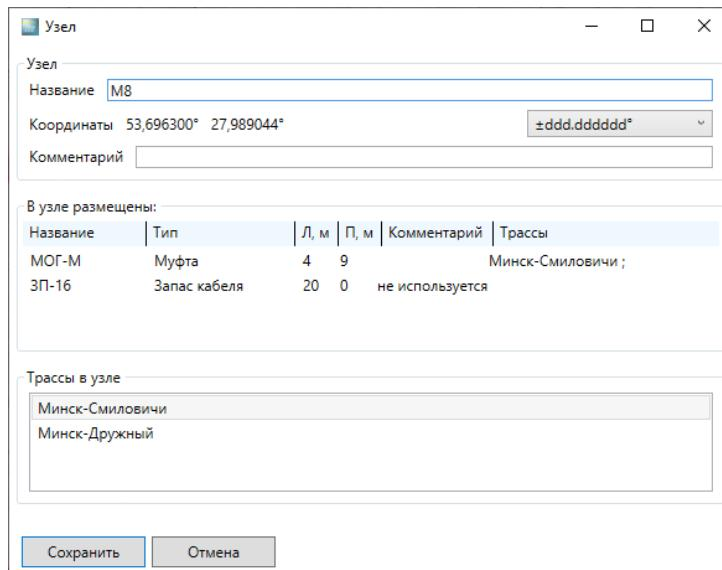
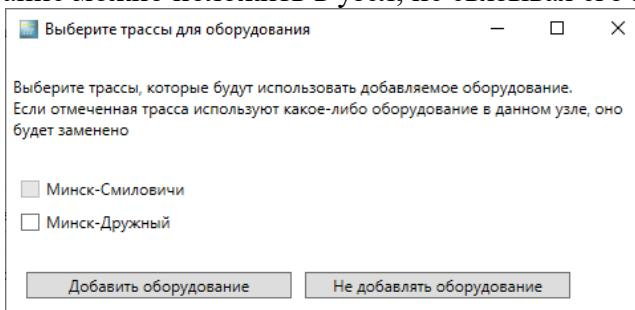
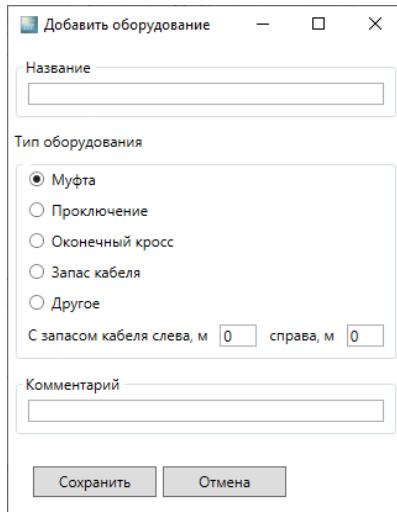
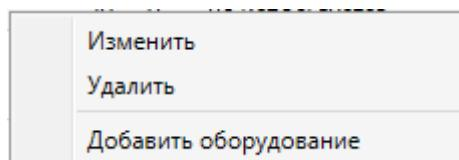

Рисунок 6-12. Окно «Узел»
Рисунок 6-13. Выбор трассы для оборудования
Рисунок 6-14. Добавить оборудование
Рисунок 6-15
- 1) Навести курсор, на область таблицы Рисунок 6-12 и нажать правую кнопку, появляется контекстное меню «Добавить оборудование».
- 2) После выбора контекстное меню «Добавить оборудование», открывается окно Рисунок 6-13, в котором предлагается выбрать трассу для добавления в неё оборудования. Если трассе, заданы базовые рефлекограммы, она не доступна для выбора, в предложенном примере трасса «Минск-Смиловичи». Так же оборудование можно положить в узел, не связывая его ни с какой трассой.
- 3) В окне (см. Рисунок 6-13. Выбор трассы для оборудования) нажать кнопку «Добавить оборудование», появиться окно Рисунок 6-14. Далее ввести название оборудования, выбрать тип, запас кабеля слева и справа, если такая информация есть, комментарий (255 символов) и нажать кнопку «Сохранить».
Навести курсор, на область таблицы Рисунок 6-12, на строчку с удаляемым оборудованием и нажать правую кнопку, в появившемся контекстном меню Рисунок 6-15 выбрать «Удалить».
4. Чтобы изменить/отредактировать информацию об оборудовании навести курсор, на область таблицы Рисунок 6-12, на строчку с требуемым оборудованием и нажать правую кнопку, в появившемся контекстном меню Рисунок 6-15 выбрать «Изменить». Появиться окно Рисунок 6-14.
5. Чтобы посмотреть, как проходят трассы на карте, которым принадлежит данный узел необходимо в блоке «Трассы в узле» Рисунок 6-12 навести курсор на строчку требуемой трассы и нажать правую кнопку и выбрать появившееся контекстное меню «Показать трассу». Выбранная трасса на карте подсветиться ярко-зеленым цветом.